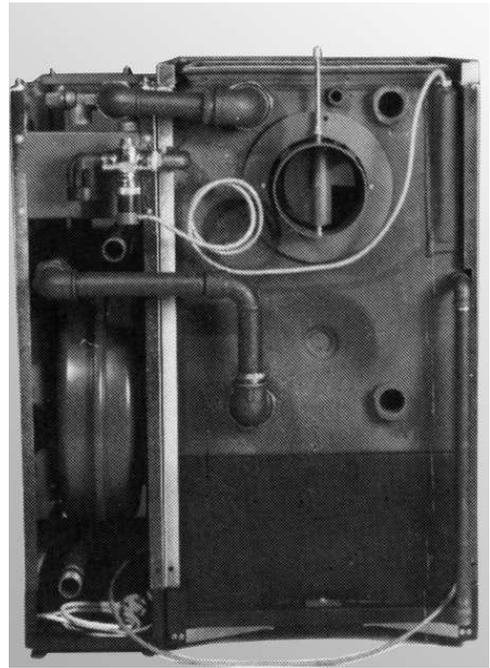

Fig. 13 Dispositivo di scarico di termoprotezione montato – vista posteriore
- Il dispositivo di scarico di termoprotezione può essere montato dietro al Modulo Porta Accessori – fig. 13. Osservare a riguardo le indicazioni di montaggio riportate nelle Istruzioni di Montaggio della VestoWIN.